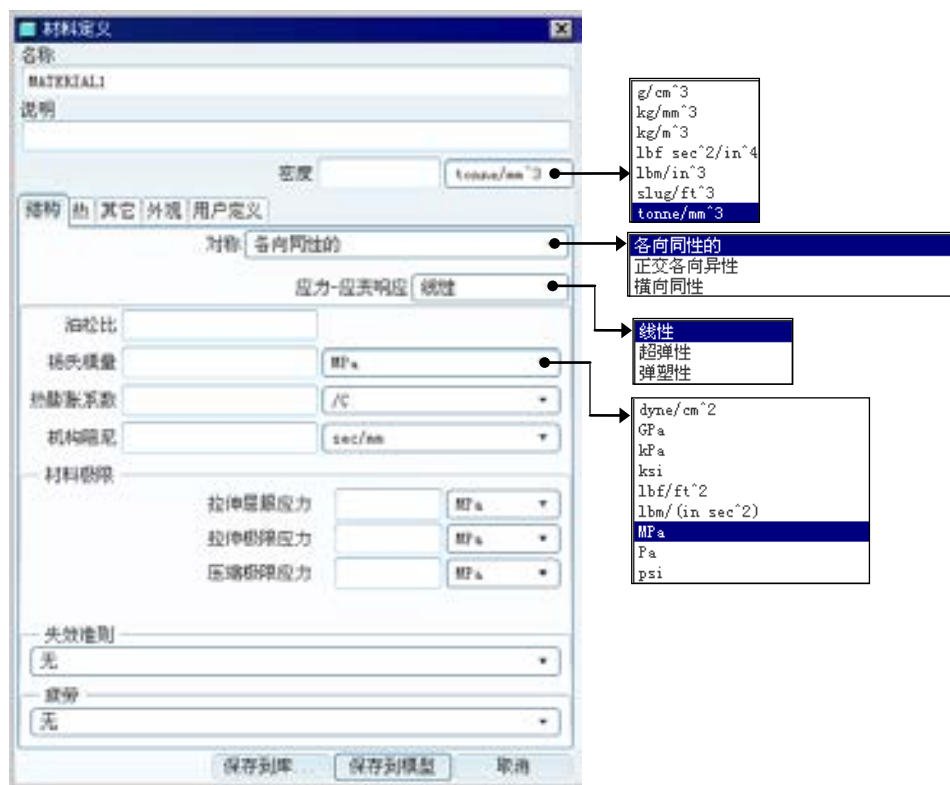

图 5.8.3 “材料定义”对话框
(4) 在“材料”对话框中单击“新建文件”按钮 ，系统弹出图 5.8.3 所示的“材料定义”对话框。
(5) 在“材料定义”对话框的 **名称** 文本框中，先输入材料名称 45steel；然后在其他各区域分别填入材料的一些属性值，如 **说明**、**泊松比**、和 **杨氏模量** 等，再单击 **保存到模型** 按钮。
在图 5.8.3 所示的“材料定义”对话框中单击 **保存到库...** 按钮。